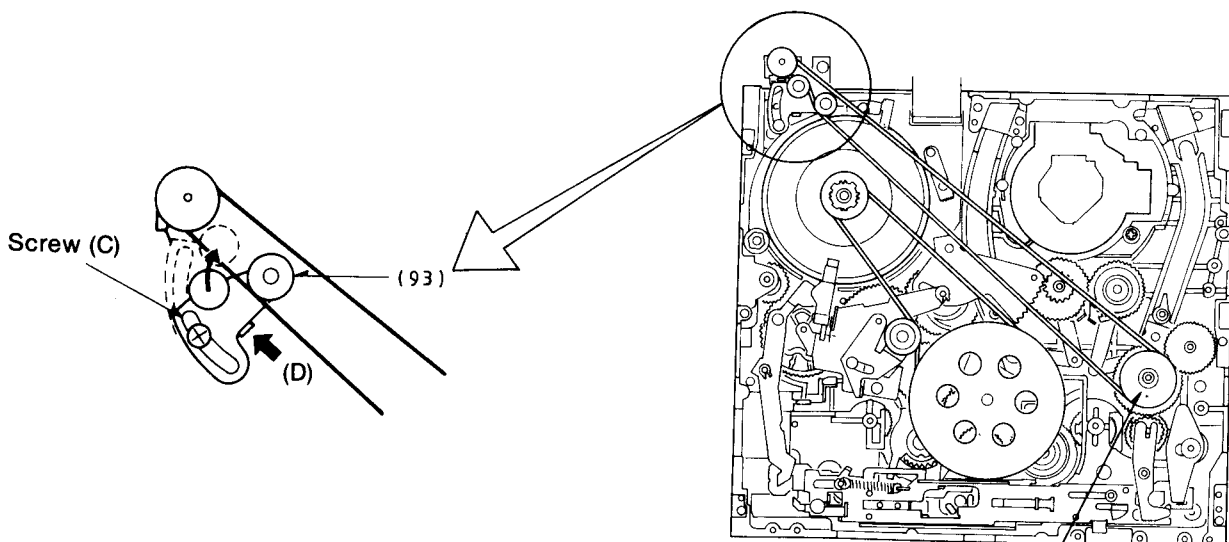

Fig. 18
- Schraube (C) lösen (Fig. 18).
- Kontaktor am Punkt (D) ansetzen und Spannrollenhebel (93) in Pfeilrichtung (D) drücken.
- Zeigt die Skala des Kontaktors  $2,25 \text{ N} \pm 0,25 \text{ N}$  (Einstellwert) an, Schraube (C) anziehen.
- Loosen the screw (C), (Fig. 18)
- Fit the Tension Gauge to point (D) and press the tension roller lever (93) in the direction of the arrow (D).
- When the Tension Gauge indicates  $2.25 \text{ N} \pm 0.25 \text{ N}$  (Specified Value), tighten the screw (C).